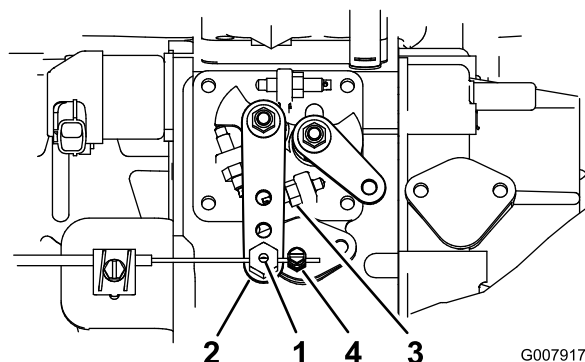

図 54
3. インジェクションポンプレバーのアームをハイアイドルストップに当てる 図 54。
2. 燃料噴射ポンプのレバーの隣にあるスロットルケーブルのコネクタをゆるめる 図 54。